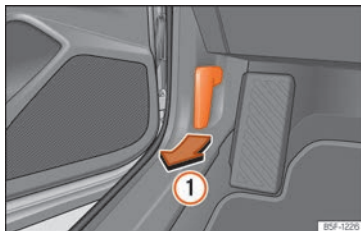

Fig. 225 Levier de déverrouillage sur le plancher, côté conducteur.
- Ouvrez la porte et tirez le levier situé sous le combiné d'instruments » fig. 225 ①.